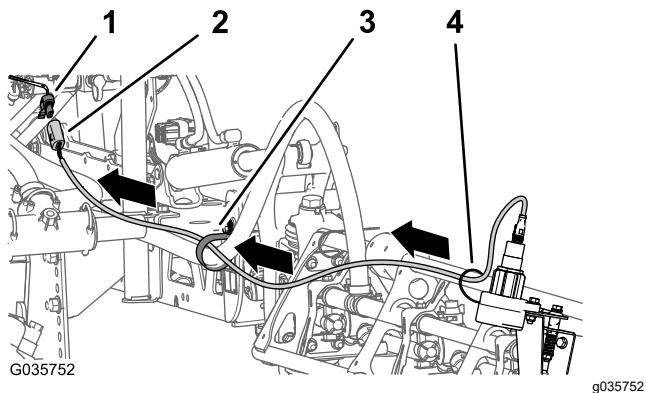

図24
ケットコネクタ昇降シリンダマニホールドの前側へと配設する(図24)。
3. 左右のセンサーのワイヤハーネスの4ピンコネクタを、仕上げキットのハーネスの4ソケットコネクタに接続する図24。左用のコネクタにはLEFT SONIC SENSOR、右用にはRIGHT SONIC SENSORというラベルがついている。
5. センサーから出ているワイヤを、ケーブルタイでブームに固定する図24。